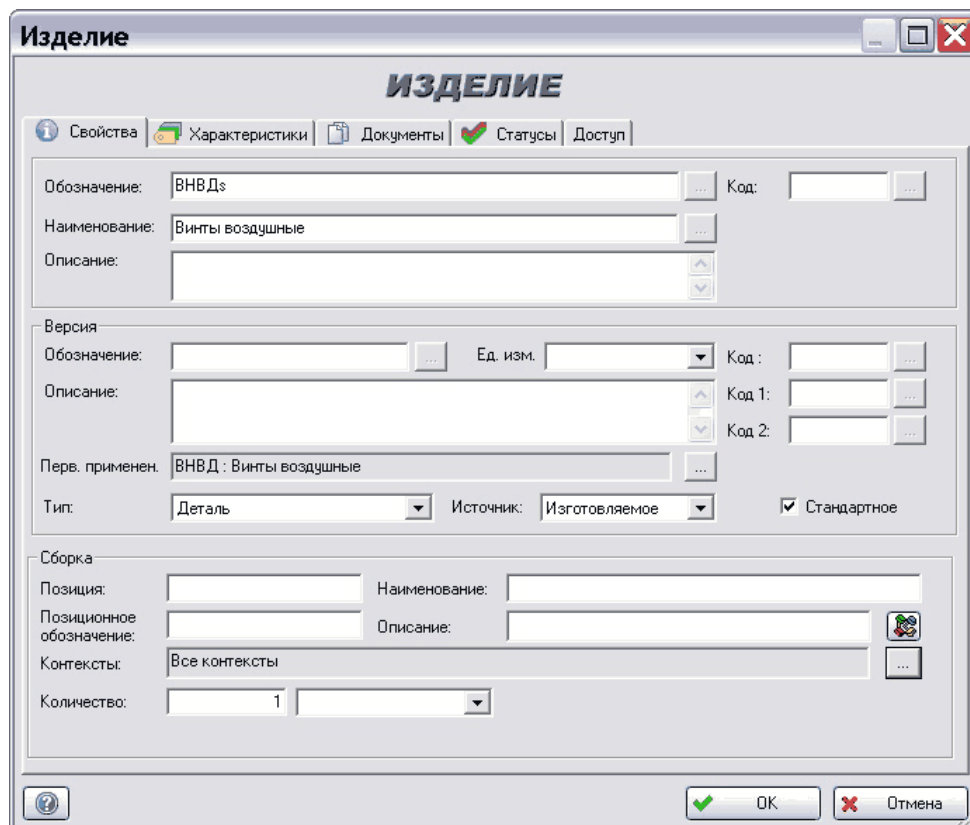

Рис. 49
3. В появившемся окне **Изделие** нажмите кнопку  справа от поля **Контексты** (Рис. 49).
1. Откройте окно свойств версии изделия, входящей в состав (Рис. 49), и нажмите на кнопку  справа от поля **Контексты**.